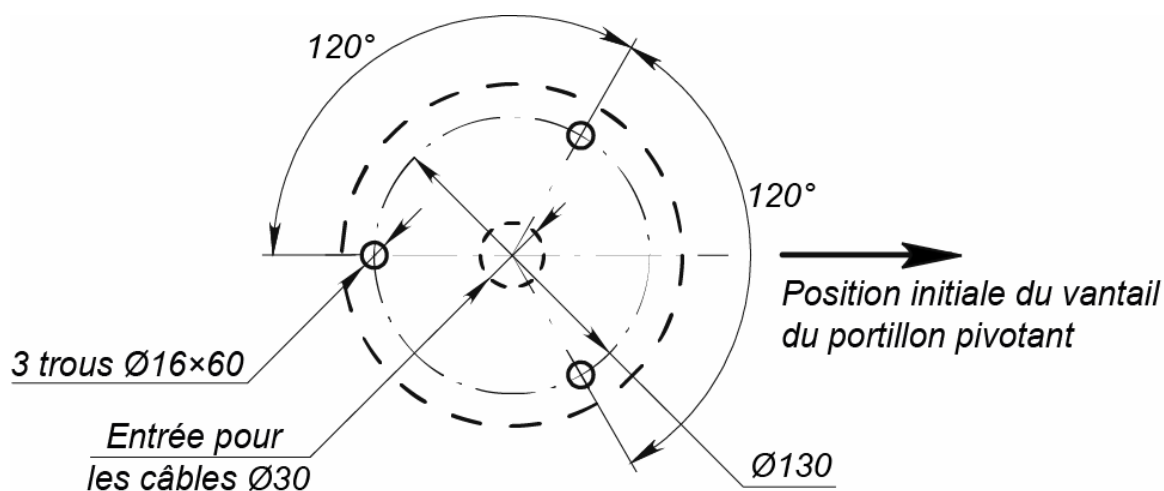

Figure 9. Schéma des trous de montage
4. Marquez et préparez les trous de montage dans le sol pour les chevilles permettant l'installation du bâti du portillon (voir Fig 9).